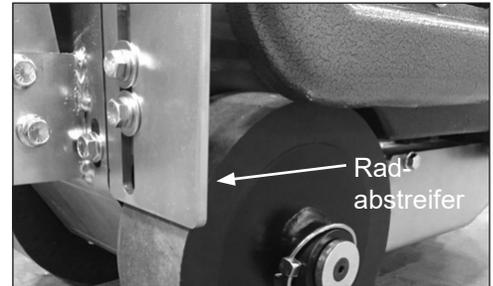

ABB. 12
1. Lösen Sie den Radabstreifer mit einem Schraubenschlüssel der Größe 9/16" (Abb. 12).
1. Lassen Sie die Flüssigkeit aus dem Behälter ab, indem Sie die Kappe des Einfüllstutzens an der Oberseite und auch den Ablasstopfen an der Seite der Maschine abnehmen (Abb. 12). Ein 8 Liter fassender Behälter wird benötigt, um die abgelassene Flüssigkeit aufzufangen.